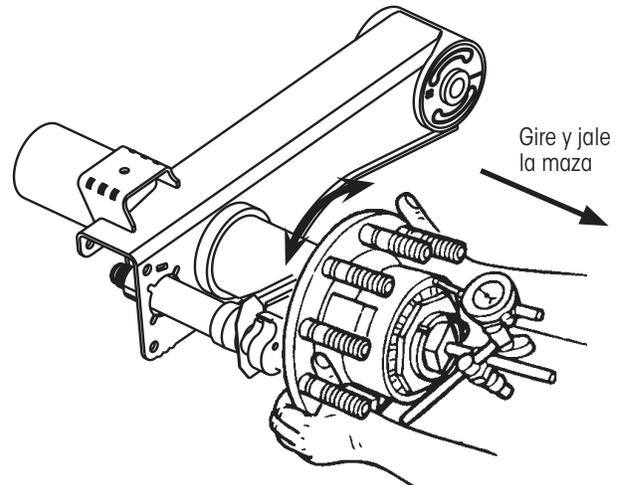

Figura 6: Revisando el Juego Axial hacia afuera
9. Mientras sujeta la maza (Figura 6) **jale** la maza hacia afuera **mientras gira** la maza ligeramente en ambas direcciones (entre los dos agujeros para tornillos de la tapa de maza) hasta que la lectura del indicador de carátula permanezca constante. **Registre** la lectura.